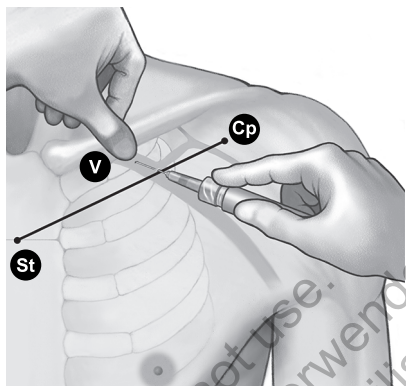

Abbildung 7. Platzierung des Daumens und Einstichstelle der Nadel
4. Drücken Sie den Daumen gegen den Zeigefinger und zielen Sie 1 bis 2 Zentimeter unterhalb der Clavicula, um den Musculus subclavius vor der Nadel zu schützen. (Wenn eine Hypertrophie des Musculus pectoralis erkennbar ist, sollte der Daumen auf einen Punkt ca. 2 Zentimeter unterhalb der Clavicula zeigen, da der Musculus subclavius ebenfalls hypertrophiert sein könnte) (Abbildung 7. Platzierung des Daumens und Einstichstelle der Nadel auf Seite 20).